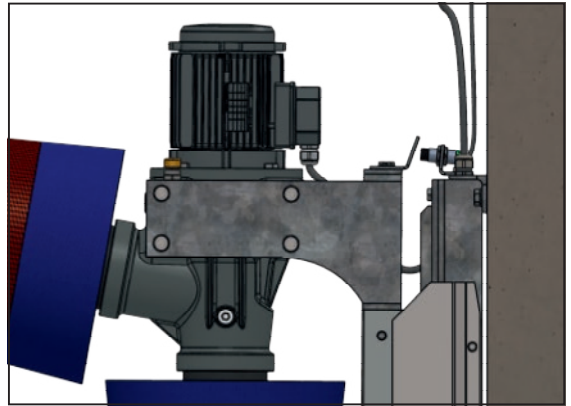

Figure 6 : Longueur du câble entre les points A et B = 55 cm, distance entre les capteurs de 8 à 10 mm
7. Vérifier la distance du capteur par rapport à la cosse de commutation (Fig. 6).